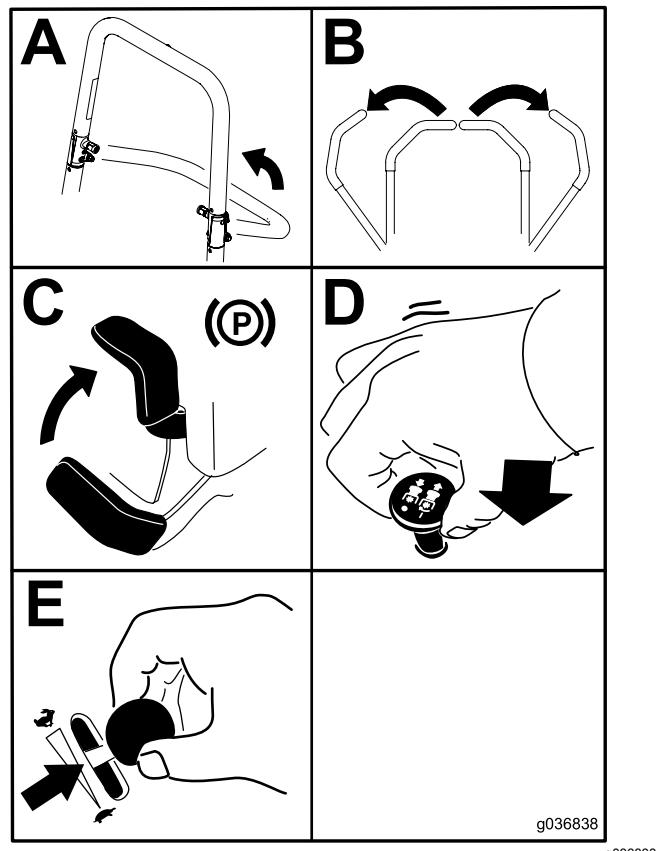

Figura 23
- Spostate l'interruttore di comando delle lame (PDF) in posizione di SPEGNIMENTO (Figura 23).